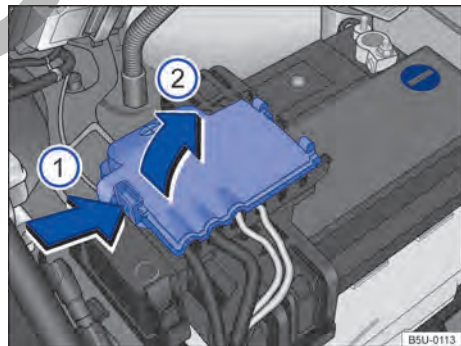

Fig. 194 Compartimento del motor: acceso al terminal positivo de la batería.
- Abrir la cobertura del polo positivo. Para abrir, presionar la traba en el sentido de la flecha → fig. 194 (1), plegar la cobertura hacia el costado en el sentido de la flecha (2).